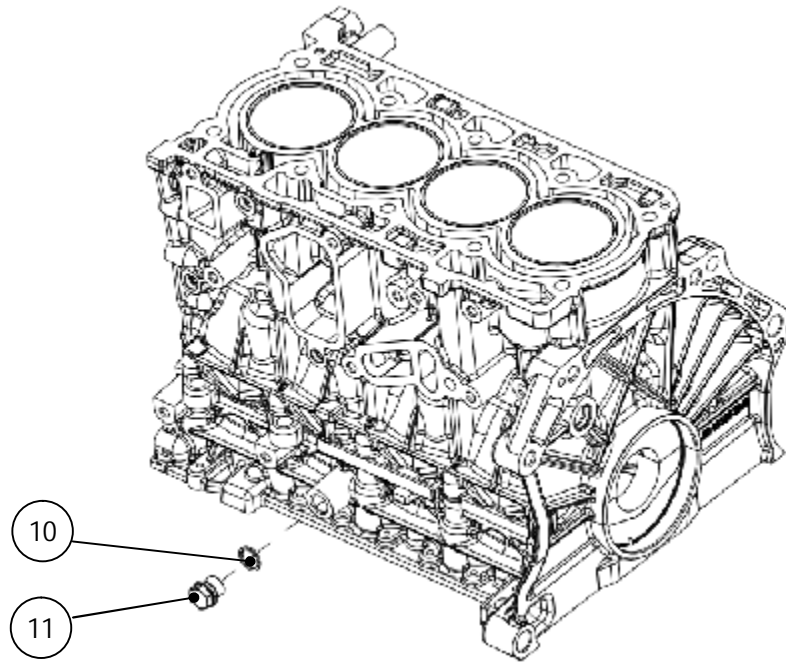

图 A-12 螺塞及垫片的装配
将螺塞⑪及垫片⑩装配到框架相对应的正时螺栓孔上，如图 A-12 所示。螺塞拧紧力矩见表 A-8。